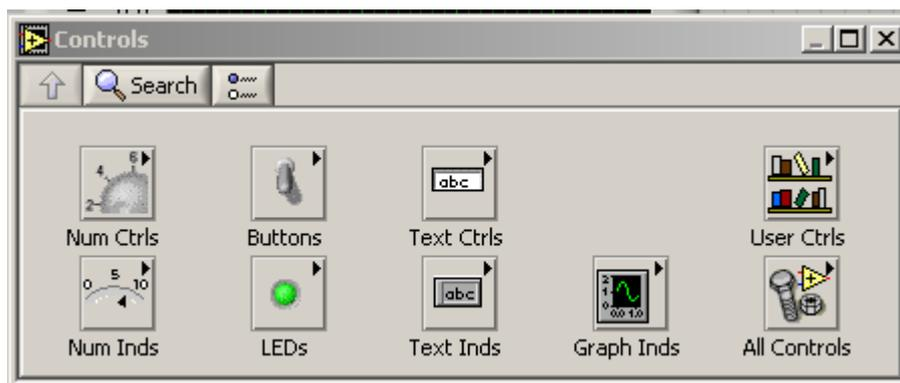

Рис. 3. Палитра **Controls**(Элементы Лицевой Панели)
1. Если палитра **Controls**(Элементы лицевой панели), показанная на рис.3 невидима, то ее можно вызвать, выполнив команду меню **Window » ShowControlsPalette**(Окно » Показать Палитру Элементов Лицевой Панели) или правой кнопкой мыши на лицевой панели.